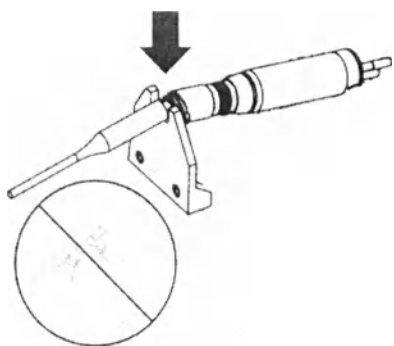

Рисунок 7 - Установка рукоятки в контейнер
1. Поместить шарнир наконечника рукоятки в зубчатую скобу на стерилизационном и сборочном лотке (рисунок 7).